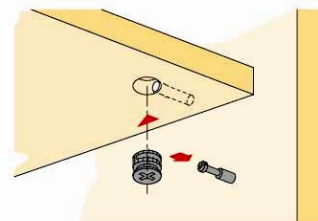

Рис.3 Схема установки эксцентрика
1. Установить соединительные болты эксцентриков (Б) (см. рис. 3) на детали 1, 2;
3. Соединить деталь 2 с деталями 3 (левая, центральная, правая) эксцентриками (Б) (см. рис. 3), и с деталью 5 шкантами (И);
4. Соединить деталь 1 с деталями 3 (левая, центральная, правая) эксцентриками (Б) (см. рис. 3), и с деталью 5 шкантами (И);